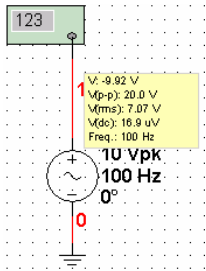

图 5-183 动态探针正在测量
动态电压测试探针：用于电路在仿真时，随时对电路中任一结点或任一引脚进行测试，测试该点的电压（包括峰峰值电压、有效值电压、直流电压）和频率。测试时不需要连线也不需要占用空间位置，非常方便和简单。动态测试探针只有测试电压一种形式，如图 5-183 所示。因为在仿真中不需要设置专门测试位置，故称为动态电压探针。
2) 单击仪器栏上的  按键，这时测试探针的标志符箭头  就附属在了鼠标上，移动鼠标，就可以对电路中的任意结点或引脚进行测试。如果没有激活电路，动态电压测试探针是不工作的。如图 5-183 所示是动态电压测试探针的箭头指向正在运行电路的某结点，测量出该结点的电压和频率，移动到别处则显示另外结点的参数。